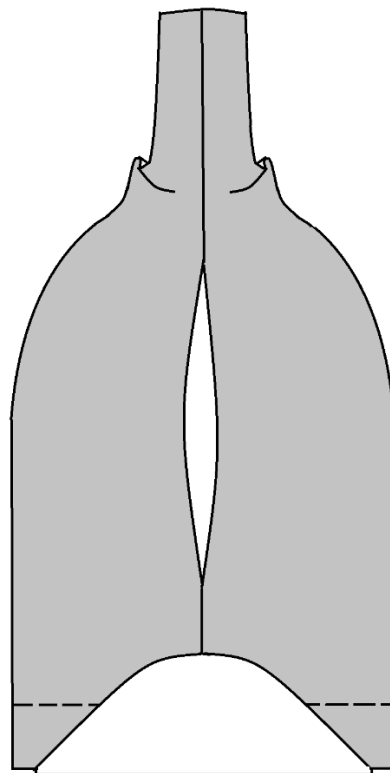

Рисунок 1 – Фрагмент платья. Правый рукав
Второй этап: Моделирование фрагмента заданной модели **«Правый рукав»** женского платья (стр. 8, рис. 1) в натуральную величину и изготовление лекал
Третий этап: Изготовление (пошив) образца фрагмента заданной модели (стр. 8, рис. 1) женского платья.
1) Внешний вид фрагмента заданного изделия должен полностью соответствовать техническому рисунку модели и художественно-техническому описанию (стр. 3, табл.1), рисунку фрагмента (стр. 8, рис. 1) и техническим требованиям в п.п.2.2 (при их наличии).
«Обработка ПРАВОГО РУКАВА» (рис. 1)**